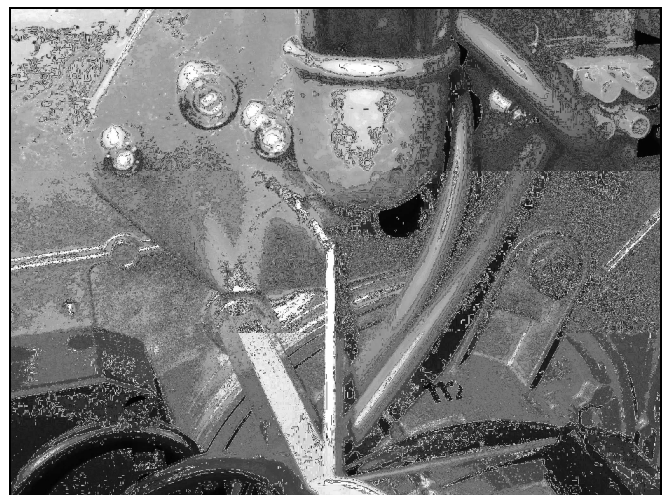

Рис. 4: Настройка подпорной шайбы: Размер В
- Размер В (см. Рис. 4, Абз. 4.3 и Абз. 6.1 Настроечные размеры) Тем самым скорость воздуха в головке горелки и пламенной трубе, а также форму пламени можно адаптировать к условиям камеры сгорания.